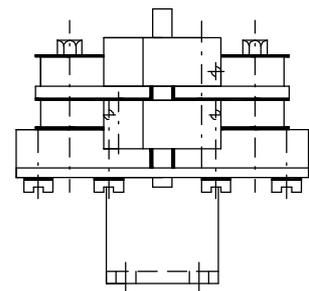

Рис. 4
Блок положения (Рис. 4) – для исполнения с датчиком сопротивления
После штамповки с зубчатым колесом(13) образует самостоятельное неразборное целое. Выключающие острия (53),(54),(56),(57) закрепленные в гайках установленных в канавке блока положения. После ослабления выключающего острия в гайке, возможно пару острие-гайка в канавках свободно продвигать. Выключающие острия выключают микровыключатели блока положения(37), (38), (39), (40) (Рис.4) .